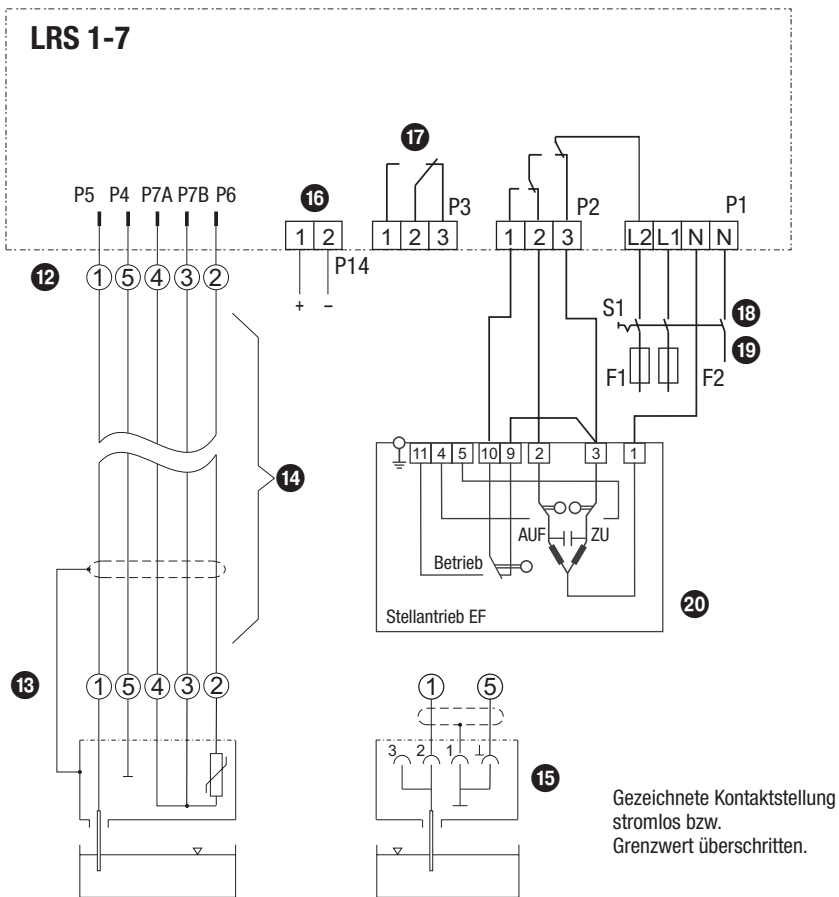
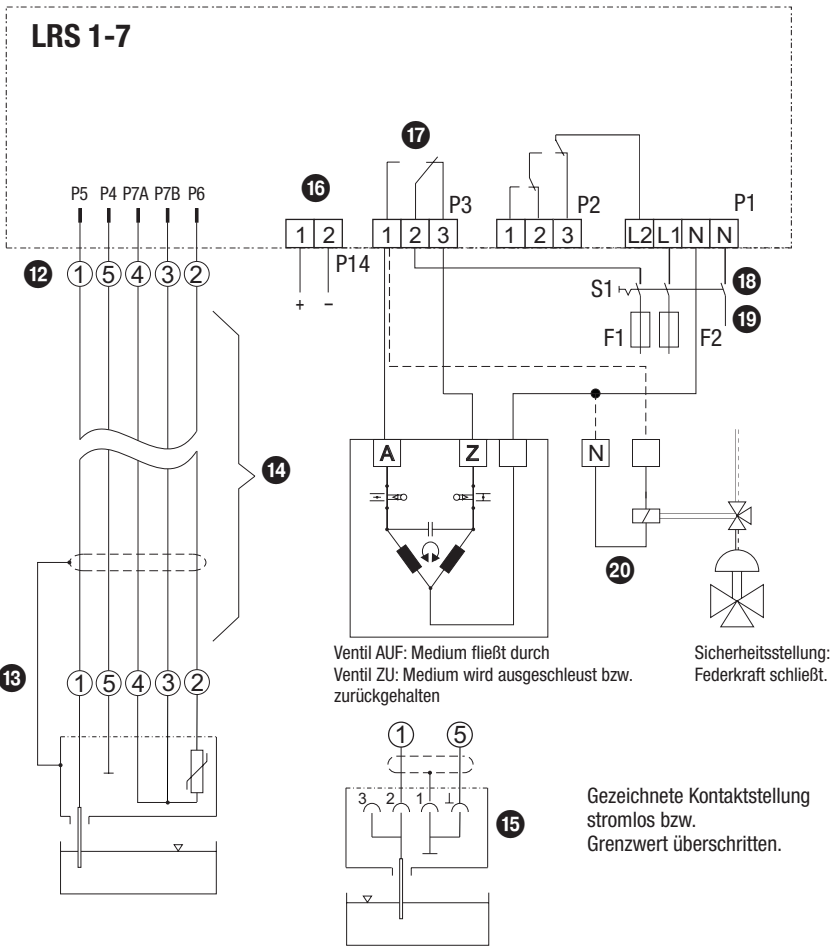

Fig. 6
Fig. 7
Die Leitfähigkeitselektrode LRG 16-9 und der Leitfähigkeitsschalter LRS 1-7 sind mit M 12 Sensor-Steckverbindungen, 5-polig, A-codiert, ausgerüstet, Belegung **Fig. 6 und Fig. 7**. Für die Verbindung der Geräte ist ein vorkonfektioniertes Steuerkabel (mit Stecker und Buchse) in verschiedenen Längen als Zubehör erhältlich.
- Wird nicht das vorkonfektionierte Steuerkabel verwendet, muss an die Anschlussleitung ein Stecker und eine abgeschirmte Buchse entsprechend dem Anschlussplan **Fig. 6 und Fig. 7** angeschlossen werden.